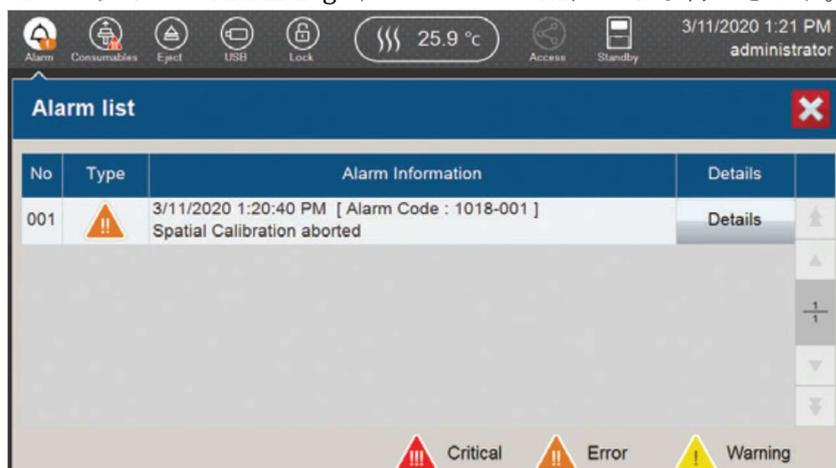

図 178 Alarm List 画面
ソフトウェアの Alarm list (図 178) には、直近 (最大 200) のアラームが記録されます。
1. Main Menu 画面 (図 9) のヘッダーにある **Alarm** を選択し、Alarm List 画面 (図 178) を開きます。
2. 新しいアラームが発生すると、**Alarm** のアイコン上に白い数字が付いたオレンジの表示が現れます。白の数字はアラーム数を表示します。**Alarm** のアイコンを選択すると、Alarm List 画面 (図 178) が表示されます。新しいアラームの確認が済むと、アラームのアイコン上の表示は無くなります。